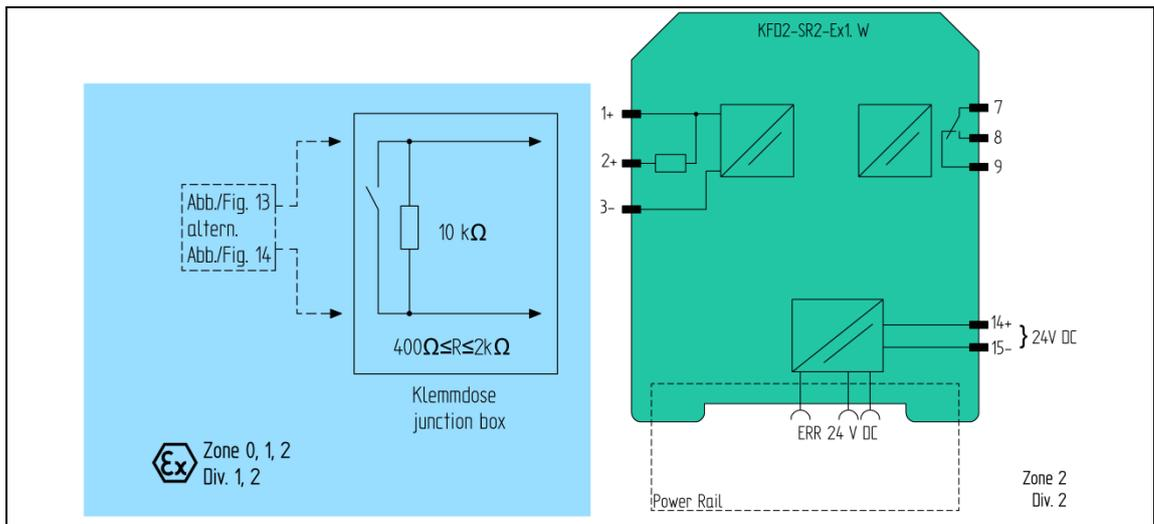

Abb. 13: Anschluss (z.B. KFD2-SR2-Ex.1.W der Firma Pepperl+Fuchs)
8. Versorgungsspannung gemäß Abbildung (siehe Abb. 13, S. 21) und den Vorgaben des Herstellers über die Kontakte 14 und 15 anschließen.